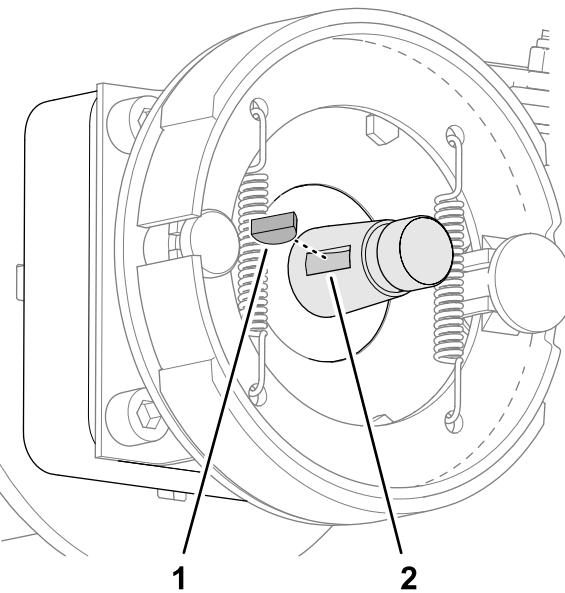

Figura 72
- Inserte la chaveta semicircular en la ranura del eje del motor de rueda (Figura 72).